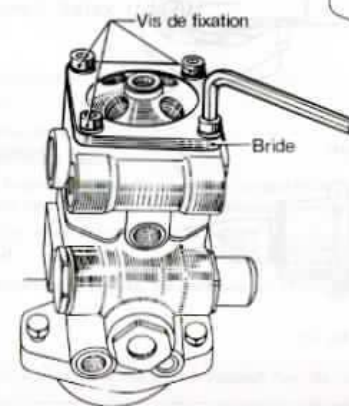

Fig. 47.
- Poser la bride et bloquer les vis de fixation munies de leurs rondelles élastiques (fig. 47).